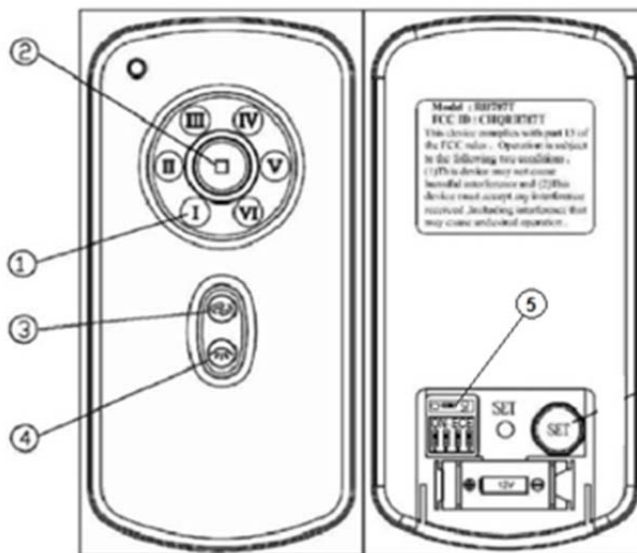

Fig. 11
- Inserire le viti della pala rispettando il seguente ordine: kit staffa, pala e fibra. Fissare la pala al motore serrando le 2 viti. Fig. 11